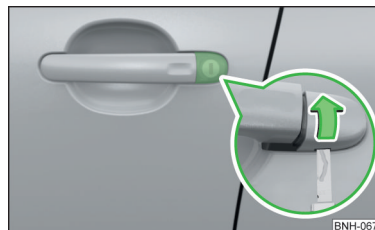

Fig. 185
- Introduceți cheia în fanta din partea de jos a capacului » fig. 185 și rabatați capacul în sensul săgeții.